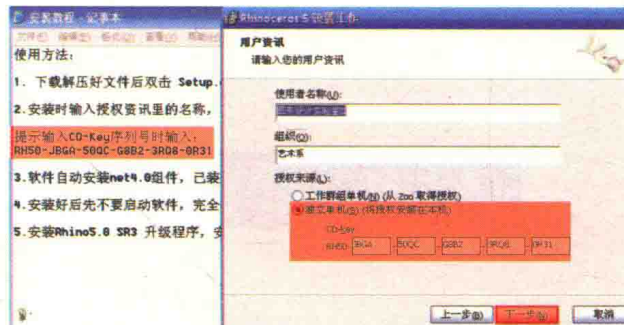

图 1-3-4
(4) 选择“独立单机 (s) (将授权文件安装在本地)”，并打开安装程序文件中的“安装教程”记事本，将 CD-Key 复制到安装面板中，并单击“下一步”，如图 1-3-4 所示。